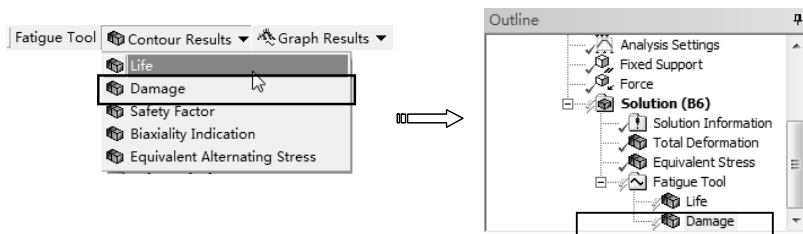

图 7-36 添加损伤求解项
4) 求解损伤。单击【Fatigue Tool】工具栏上的【Contour Results】|【Damage】命令，此时在分析树中插入【Damage】项，如图 7-36 所示。